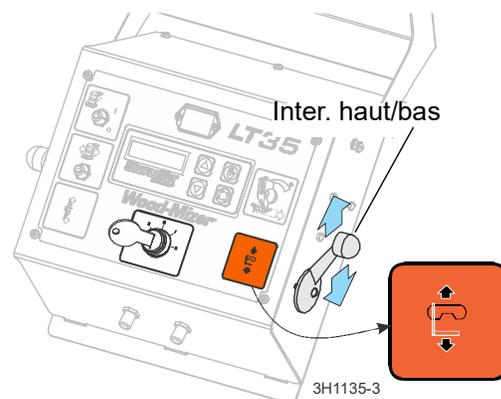

FIG. 3-2
5. Utilisez l'interrupteur haut/bas du tableau de commande pour relever la tête de coupe de la goupille de repos du chariot. **Voir Fig. 3-2.**
- Utilisez l'interrupteur haut/bas du tableau de commande pour relever la tête de coupe de la goupille de repos du chariot. **Voir Fig. 3-2.**